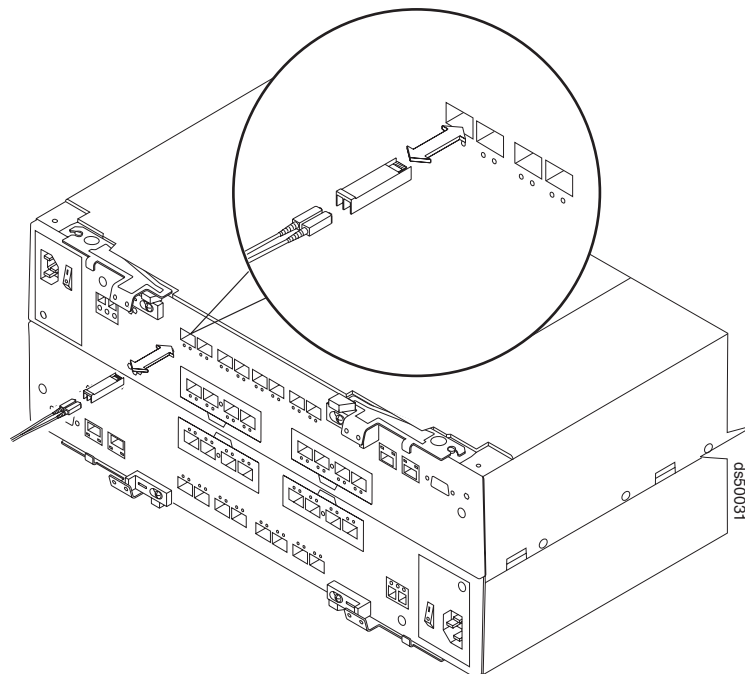

Figura 25. Instalando um Módulo SFP e cabo LC-LC em um Subsistema de Armazenamento DS5000 Suportado
2. Conecte um cabo de fibra ótica LC-LC no módulo SFP, conforme mostrado em Figura 25.